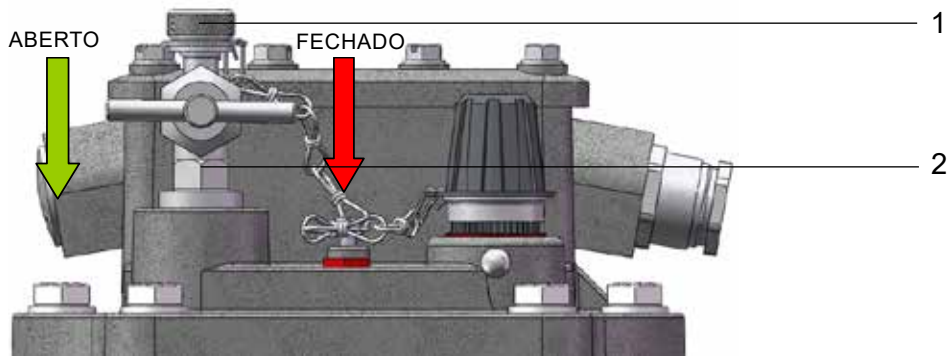

Fig. 2 - Válvula de teste
- Desenroscar a pequena porca de cobertura (Fig. 2/ N° 1) da válvula de teste (Fig. 2/ N° 2)